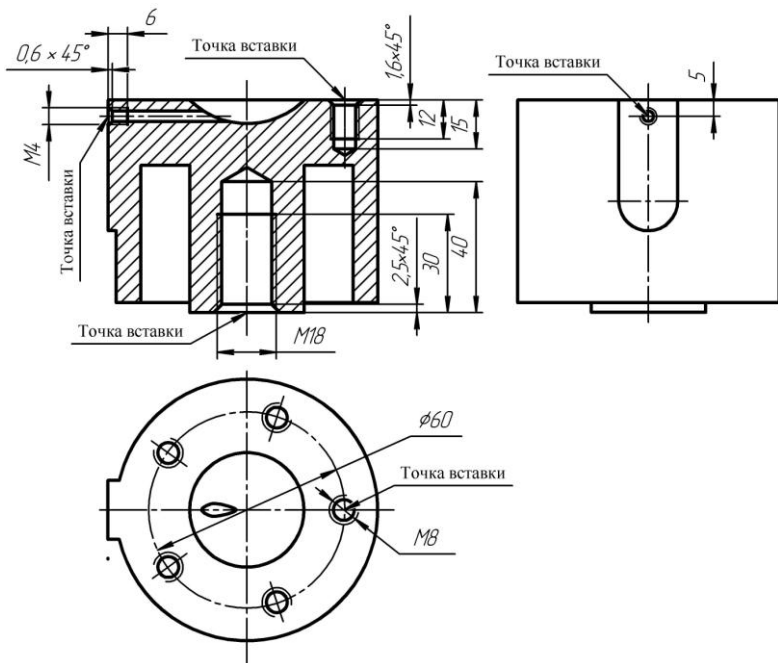

Рис. 3. Использование библиотечных элементов
2. На главном виде выполните изображение глухого резьбового отверстия М18 (рис. 3). Для этого щелкните на кнопке с пиктограммой **Менеджер библиотек** на *Стандартной панели* и вызовите *прикладную библиотеку КОМПАС* (папка **Прочие**). В папке *Резьбовые отверстия* из перечня резьбовых отверстий выберите *Глухое отверстие* и двойным щелчком откройте окно **Отверстие резьбовое глухое с фаской**. В диалоговом режиме назначьте параметры этого отверстия. От предложения *Ось рисовать* следует отказаться, так как ось на чертеже уже есть. Установите фантом изображения глухого отверстия на главном виде, указав точку вставки и задав на панели свойств угол поворота 90°.